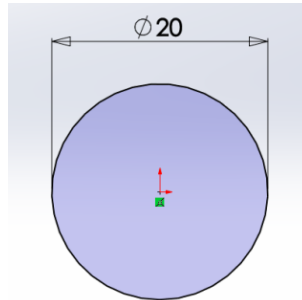

Рисунок 2.8 – Коло спіралі
1. Створити новий **Ескіз** на площині **Right** та побудувати коло, діаметр якого дорівнюватиме діаметру майбутньої пружини (рис. 2.8).